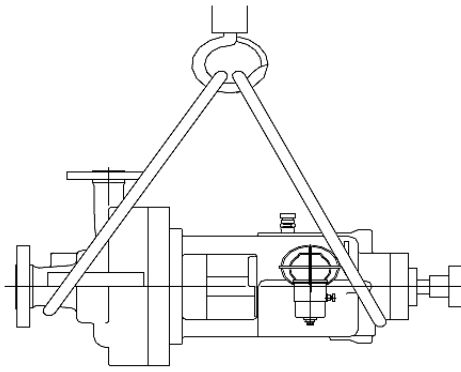

Рисунок 26 – Способ строповки насоса при проведении погрузочно-разгрузочных
6.4 При подъеме насоса закрепить стропы на конце муфты подшипниковой опоры и на всасывающем патрубке. Обеспечить равномерное натяжение строп (рисунок 26).